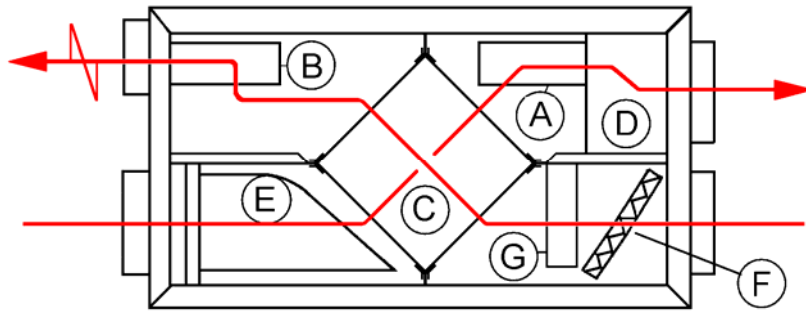

Fig. 2
Lampesignal (11) lyser når innstilt driftstid mellom bytte av tilluftfilter (E, fig. 2) er utløpt. Ventilasjonsaggregatet kan fortsatt benyttes, men effekten vil bli redusert dersom ikke filteret byttes. Driftstid (6, 9 eller 12 mnd.) mellom filterbytte kan stilles inn vha. brytere på betjeningspanelet (se montasjeanvisning). Etter bytte av tilluftfilter nullstilles driftstiden mellom filterbytte (se vedlikehold, pkt. 2, Bytte av tilluftfilter).
**NB! Avtrekksfilteret (F, fig. 2) av aluminium, byttes ikke, men må rengjøres regelmessig. (Se kapittel for vedlikehold).**
Lampan (11) lyser när inställd driftstid mellan filterbyterna (tilluftfilter E, fig. 2) har passerat. Aggregatet kan fortsatt vara i drift med effekten blir reducerad om inte filtret byts. Driftstiden/ bytesintervallen kan ställas in via aggregatets kontrollpanel (6, 9 eller 12 månader, se montageanvisning). Efter bytet av filtret, nollställs driftstiden – se under skötsel: punkt 2.
**OBS! Frånluftsfiltret (F, fig 2) av aluminium, byts inte, men ska rengöras frekvent. (se kap. skötsel).**